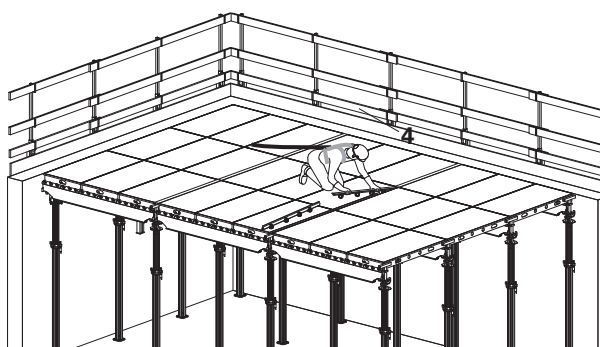

Fig. 24
3. Mettre en place les couvre-joints SAL (4). (Fig. 24)